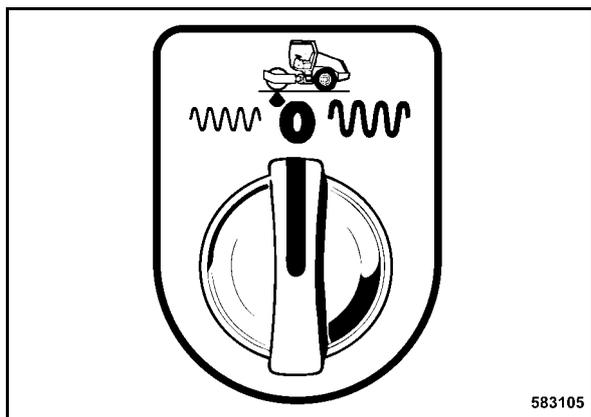

Рис. 49
- Установить поворотный выключатель вибрации, поворотный выключатель выбора амплитуды (Рис. 49) в положение "0".